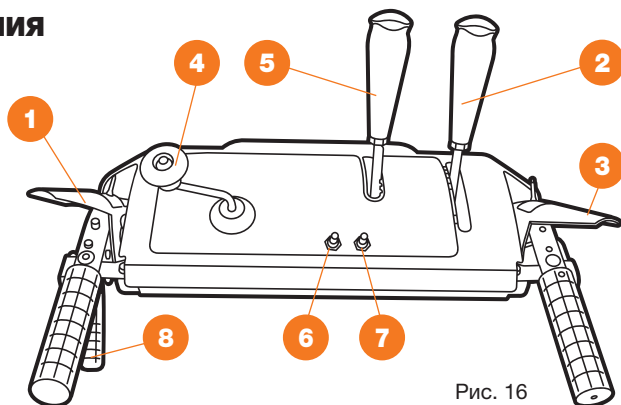

Рис. 16
Описание основных элементов управления панели управления (Рис. 16).
- Установите требуемую рабочую скорость движения переключением передачи на панели управления. Перемещая рычаг выбора скорости движения ② (Рис. 16, стр. 27), установите его в одно из шести положений **ВПЕРЕД** или в одно из двух положений **НАЗАД**.
- Нажмите на рычаг включения вращения шнека ③ (Рис. 16, стр. 27), и шнеки начнут вращаться. Отпустите его, и шнеки остановятся.
- Нажмите на рычаг включения привода колес ① (Рис. 16, стр. 27) и снегоуборщик начнет движение. Отпустите его и движение будет остановлено.
- При отпущенном рычаге включения вращения шнека ③ (Рис. 16, стр. 27), трос привода должен иметь небольшое ослабление. Он не должен быть сильно натянут.
- Находясь в положении оператора (за снегоуборщиком) включите шнек, нажав на рычаг включения привода вращения шнека ③ (Рис. 16, стр. 27).
- Оставьте шнек в рабочем состоянии примерно на 10 секунд, после чего опустите рычаг включения шнека ③ (Рис. 16, стр. 27). Повторите эту процедуру несколько раз.
- При включенном двигателе и установленном в верхнее положение рычага включения шнеков ③ (Рис. 16, стр. 27), подойдите к снегоуборщику со стороны ковша.